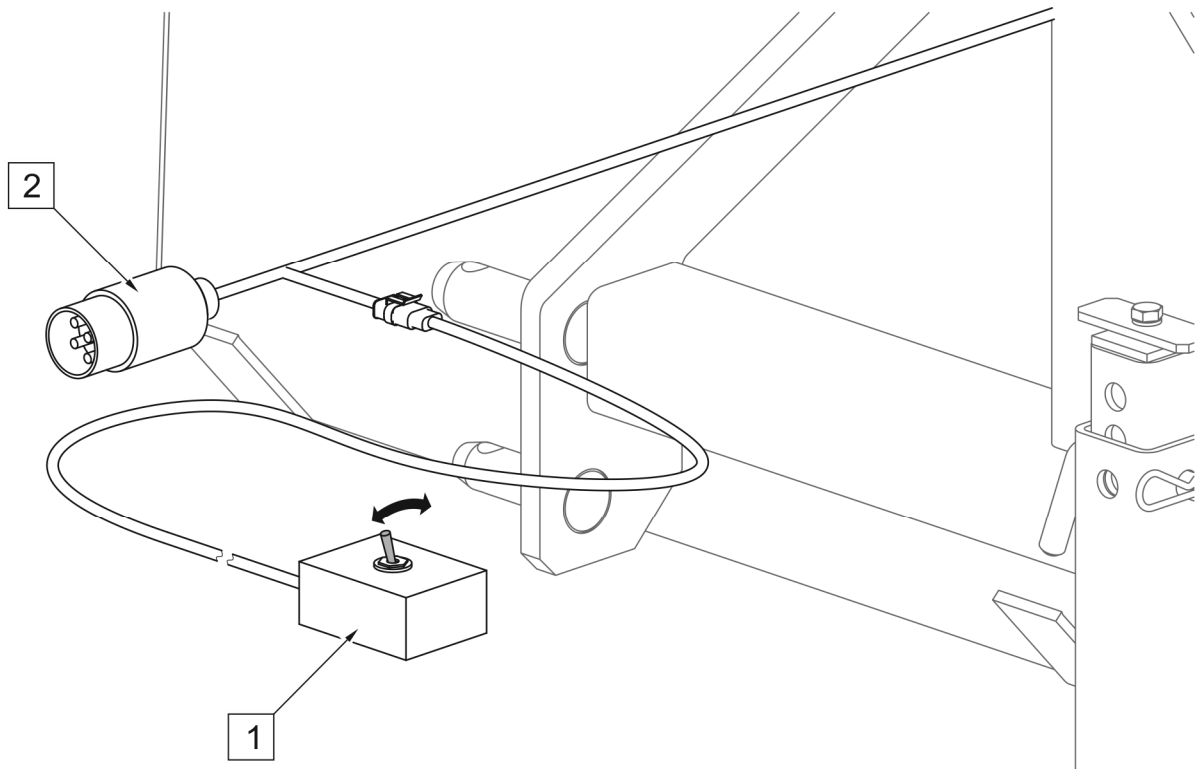

РИСУНОК 4.3 Керування системою поливання
Штекер (2) електричної системи освітлення слід під'єднати до 7-полюсного гнізда 12В на тягачі. Система поливання вмикається і вимикається за допомогою перемикача (1), розташованого на шнурі живлення (РИСУНОК 4.3). Пульт керування необхідно помістити в кабіні оператора в доступному місці.